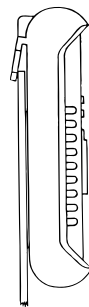

Рис. 6.4
4. Закреплять мультиметр на вертикальной поверхности во время работы и/или хранения (рис. 6.4, рис. 6.6).